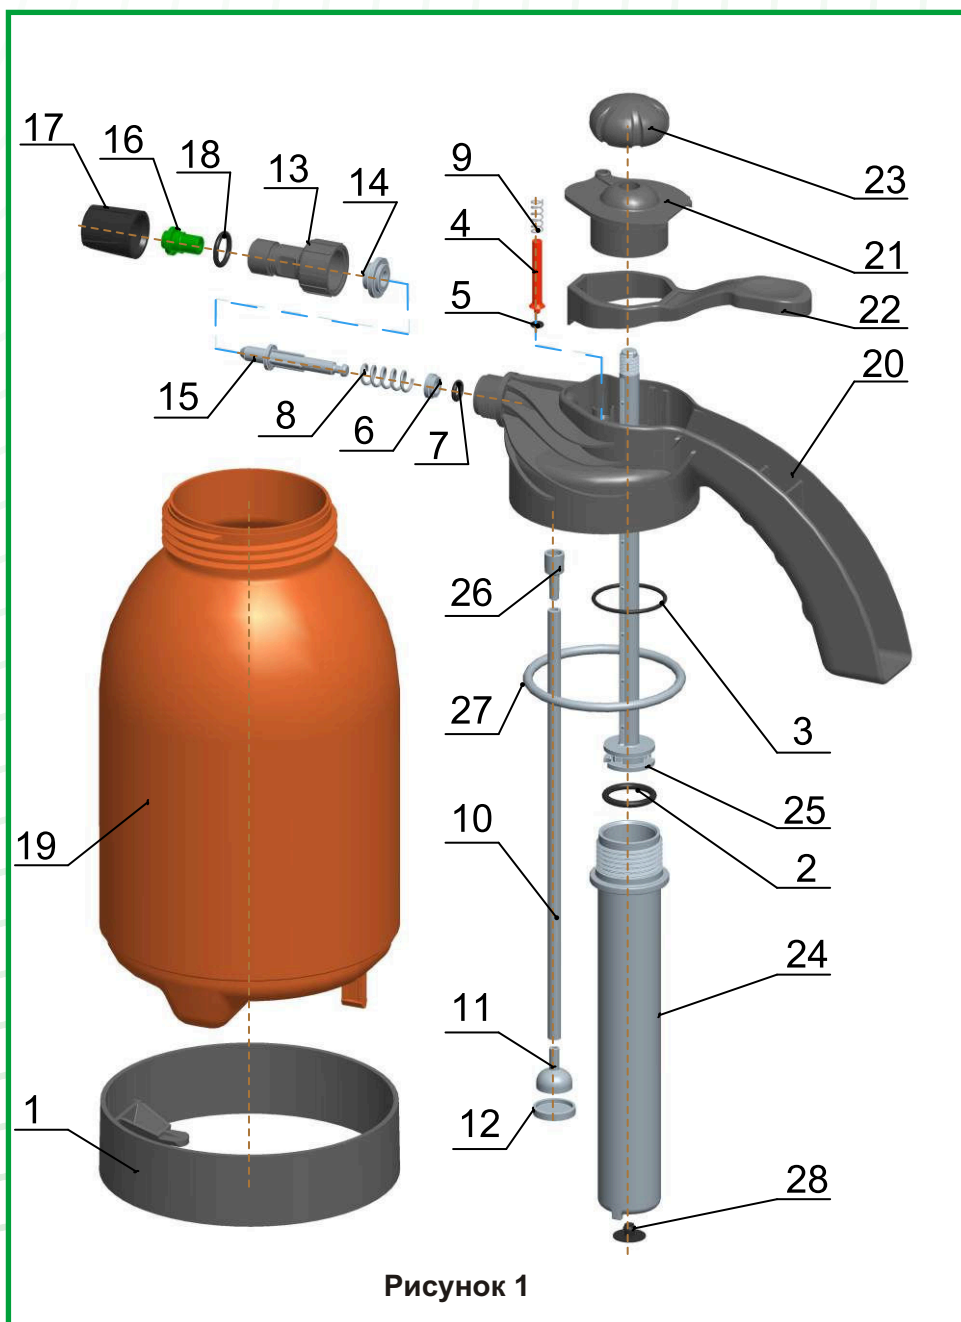

Рисунок 1
За ручку насоса (23, см. рис.1) накачайте необходимое для работы давление. Проверьте, достаточное ли давление достигнуто, путем нажатия клавиши (22): факел распыления раствора должен хорошо просматриваться. Излишнее давление создавать нет необходимости.